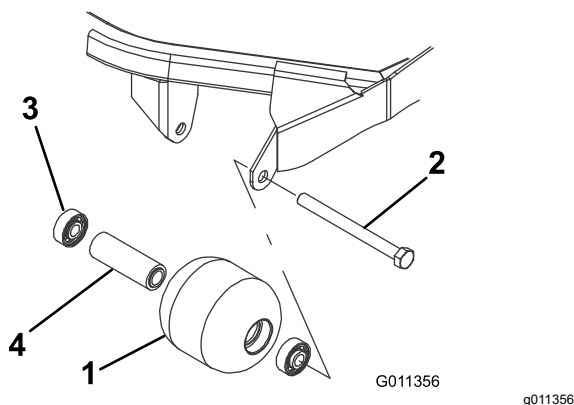

Рисунок 17
1. Снимите болт крепления валика (Рисунок 17).
4. Осмотрите корпус, подшипники и распорную втулку подшипника валика на наличие повреждений (Рисунок 17). Замените поврежденные компоненты и соберите узел.
1. Запрессуйте передний подшипник в корпус валика (Рисунок 17). Прикладывайте усилие только к наружному кольцу или одинаковое усилие к внутреннему и наружному кольцам.
2. Вставьте втулку (Рисунок 17).
3. Запрессуйте второй подшипник в корпус валика (Рисунок 17), нажимая с одинаковым усилием на внутреннее и наружное кольца, пока внутреннее кольцо не войдет в контакт с втулкой.